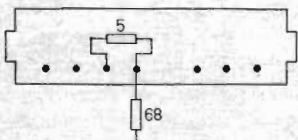

Fig. 3. Se pkt 2 under Trimning av MF-delen.
- 2) Signalen från en svepgenerator med svep mellan ca 17 och 26 MHz påföres i serie med ett 68 ohms motstånd på styrgallret i blandarsteget (2A) med 5 ohm till jord. Motståndet kan monteras på en trimningsats enl. fig. 3.